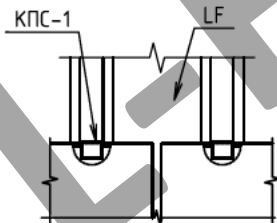

Рис. 4.Схема установки поворотного кляммера КПС-1.
3.3. На концевой кляммер ККС-1 устанавливается керамогранит, прижимается к направляющей и фиксируется поворотным кляммером КПС-1 следующим образом: поворотный кляммер КПС-1 в вертикальном положении вставляется в паз направляющей LF 51.2-S/LF 51-S (рис. 4,а), поворачивается на угол 90 градусов (рис. 4,б), и опускается до упора на керамогранитную плиту (рис. 4,в).